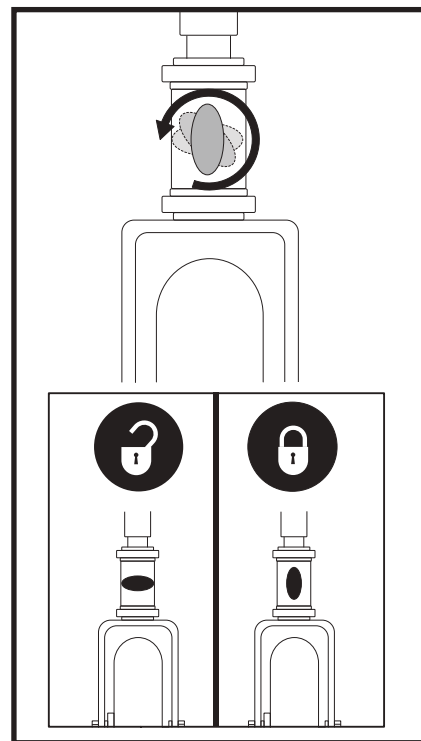

Figura 26. Manopola di blocco del manubrio (esclusivamente per il modello 104)
1. Estrarre la chiave dall'apposito interruttore. *Per il modello 104*, bloccare il manubrio in posizione dritta in avanti spingendo la manopola di blocco del manubrio e ruotandola in senso orario di 90°. **Vedere figura 26.** La ruota anteriore deve essere rivolta in avanti per bloccare il manubrio.